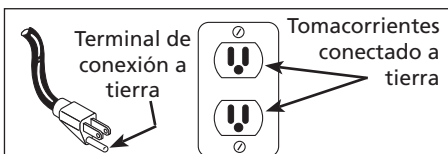

Figura 4 - Para conectar a tierra
- Este producto se debe usar con circuitos de 120 voltios y tiene un enchufe similar al de la Figura 4. Cerciórese de que lo ha conectado a un tomacorrientes similar al enchufe. Este producto se debe conectar a tierra. En caso de que ocurra un cortocircuito, esto evitaría el riesgo de choque eléctrico al ofrecerle un cable de desvío a la corriente eléctrica. Este producto tiene un cordón con un alambre y terminal de conexión a tierra.